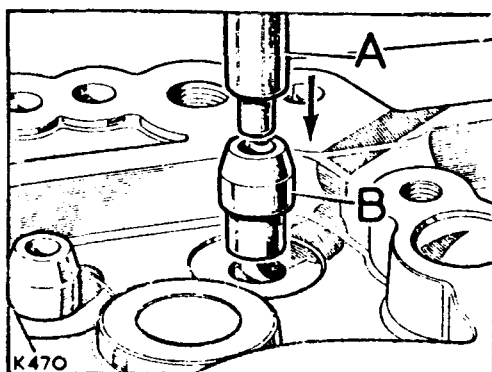

Fig. A4-80.- Montaje de gufas de válvulas.
2.7.- Instalar las gufas en la culata, haciendo uso del botador (A) (600959) (Fig. A4-80), para las de escape y el 601508 para las de admisión.